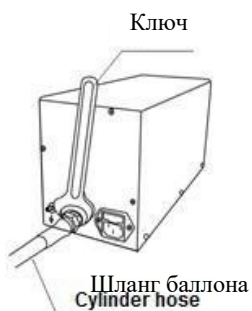

Рисунок 3.1
2. С помощью специального ключа подсоедините шланг баллона к впускному отверстию для газа CO_2 на задней панели инсуффлятора CO_2 и надежно затяните его с усилием около $24,5 \text{ Н} \cdot \text{м}$ ($2,5 \text{ кгс} \cdot \text{м}$) по часовой стрелке (Рисунок 3.1).